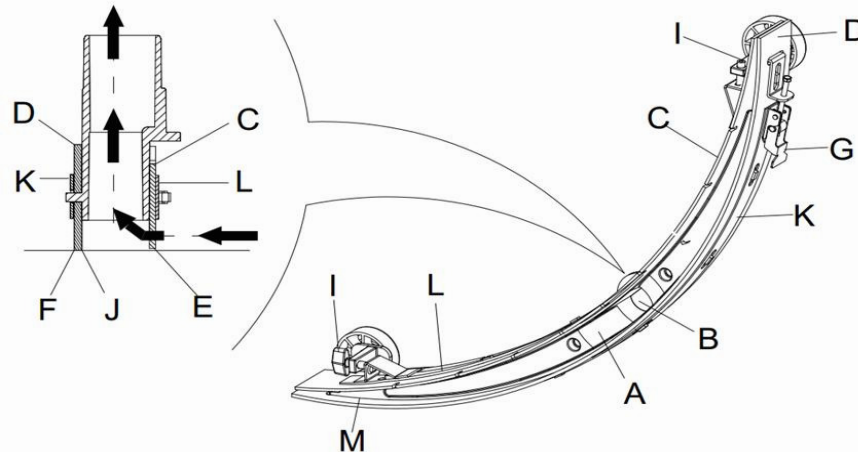

Figura 10
2. Pressione o interruptor de energia (38) para a posição "O" para desligar a máquina.
3. Desaparafuse o botão fixo (16) do squeegee; retire o conector que liga o tubo do vácuo de recuperação do squeegee para o retirar.
4. Utilize o puxador de elevação do squeegee (14) para elevar o encaixe de suporte do squeegee.
5. Limpe o squeegee (**Figura 10**). Limpe bem a ranhura (**A, Figura 10**) e a sujidade e fragmentos do tubo de vácuo. Verifique se a lâmina frontal do squeegee (C) e lâmina traseira do squeegee (D) estão intactas, e se existem beiras e rachas. Substitua se necessário (refira aos passos na secção seguinte).
1. Siga os métodos relacionados na secção anterior para limpar o squeegee (**Figura 10**).